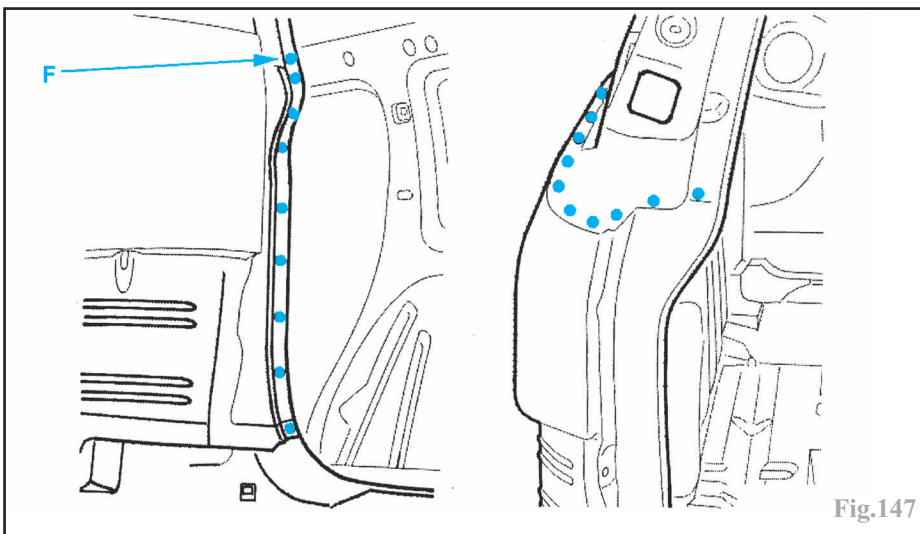

Fig.147
- par points électriques (suivant **F**) et meuler (Fig.147).